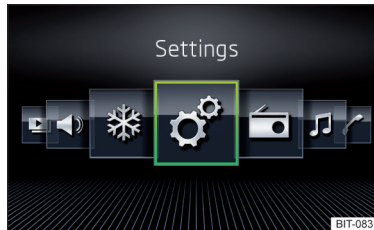

Abb. 173
- ▶ Die Option **Raster-Anzeige** » Abb. 172 oder **Horizont. Anzeige** » Abb. 173 wählen.